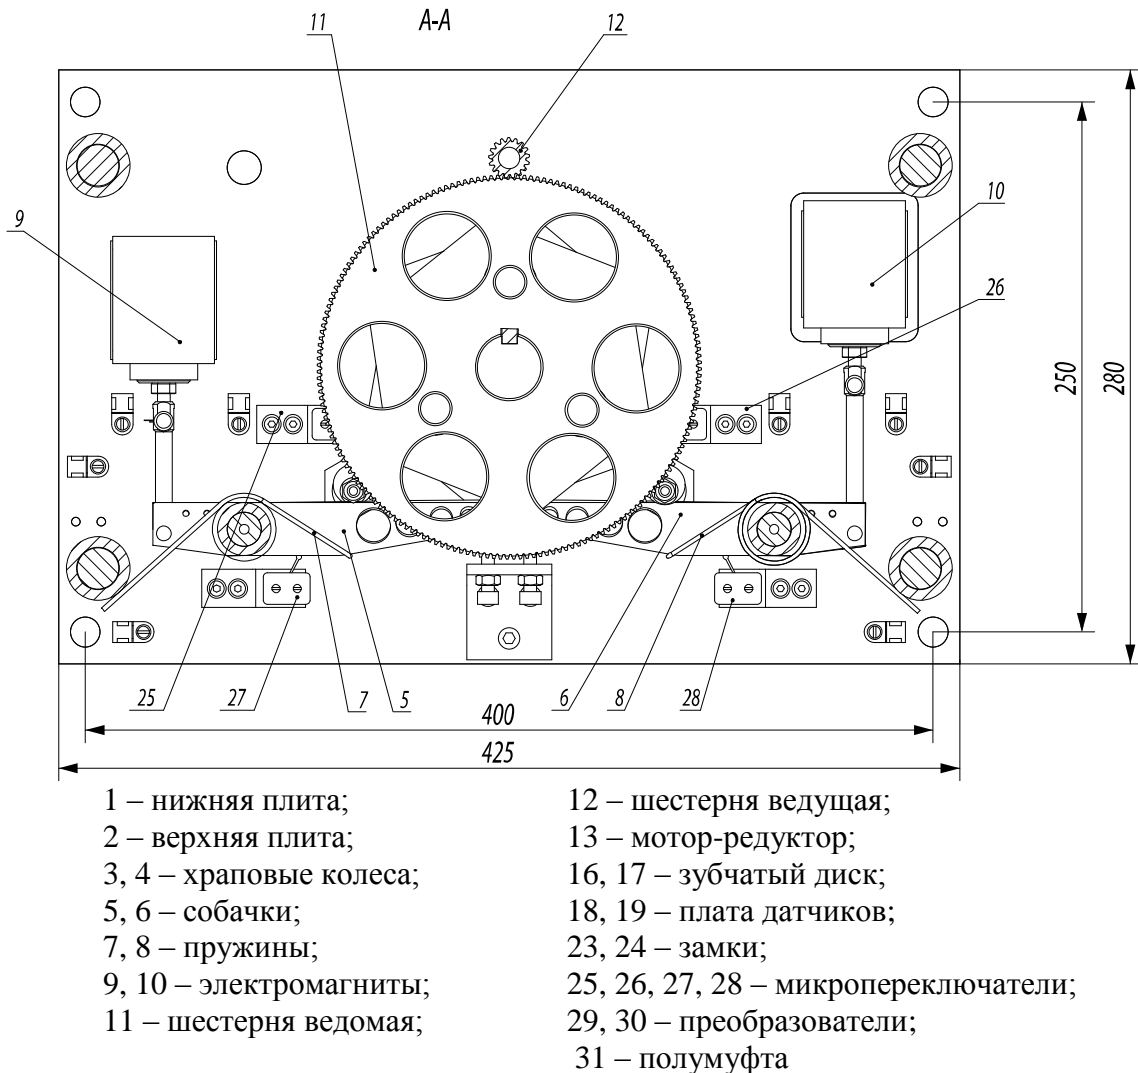

Рис.2 – Механизм управления
1.4.1.3 Конструкция механизма управления (см. рисунок 2) состоит из нижней и верхней плит 1 и 2, на которых размещаются основные элементы конструкции.